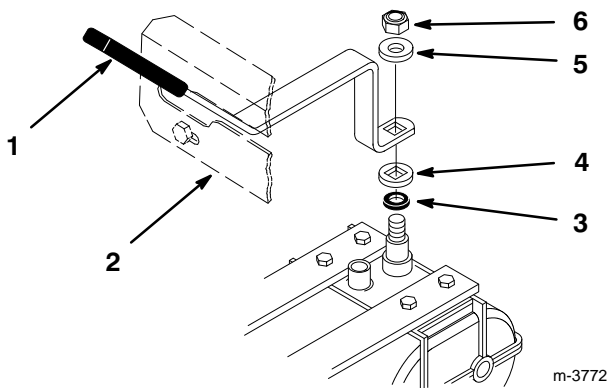

Figure 9
- Introduire le levier de changement de vitesse dans la fente du panneau de commande et placer l'extrémité percée du levier sur le carré de l'arbre de transmission. Fixer le levier à la transmission à l'aide de la rondelle ressort et du contre-écrou que l'on avait enlevés (Fig. 9).
- Mettre le levier au point mort et contrôler l'alignement du levier dans la fente du panneau de commande. Le levier devrait être à peu près à la même distance des bords droits et gauche de la fente. Si ce n'est pas le cas, déplacer le panneau de commande pour que le levier soit bien au milieu (Fig. 9).